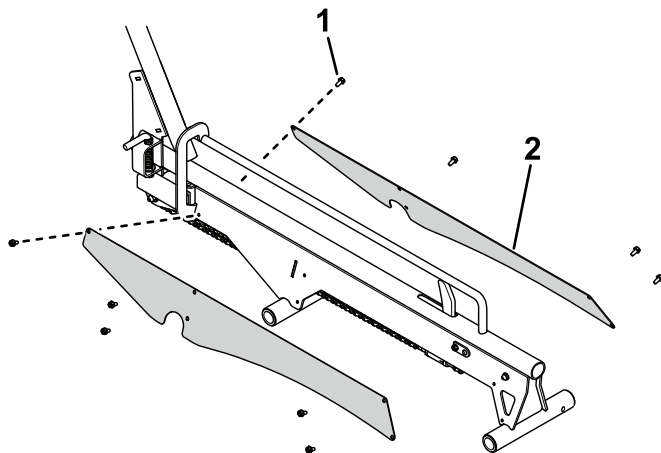

**Figura 7**
9. Utilizzate un tirante a catena per collegare la catena al gruppo rampa (Figura 7).